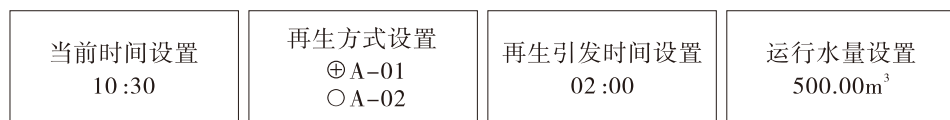

图49流量型（A-01）
c) 再生引发时间设置，适用于浮动床流量延滞型，如图49所示，当剩余水量为0且当前时间与再生时间相同时引发再生。